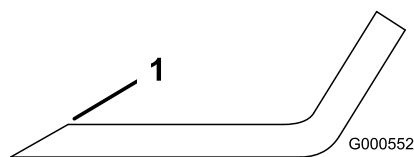

Figure 117
1. Au moyen d'une lime, aiguissez les tranchants à chaque bout de la lame (Figure 117).
Remarque: Si la lame est déséquilibrée, limez un peu l'extrémité de l'ailette seulement (Figure 117).